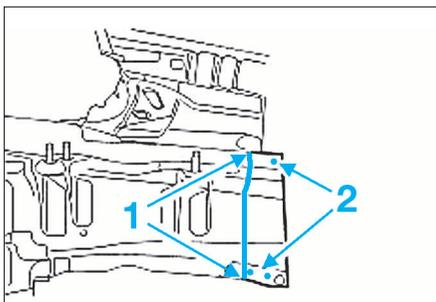

FIG. 3
- Découper de façon rectiligne la partie intérieure du longeron (1) (Fig.3) et dépointer les points (2).